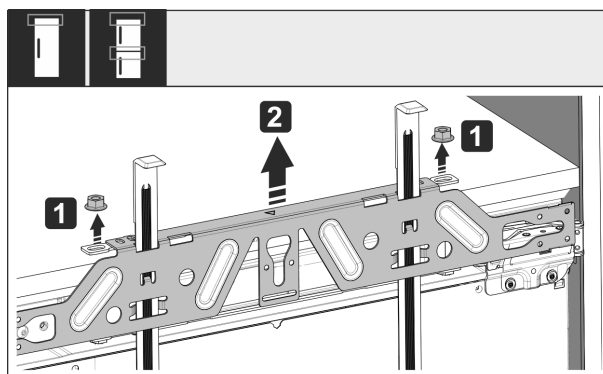

Fig. 58
- ▶ Soltar las contratuercas Fig. 58 (1).
- ▶ Quitar el travesaño de fijación Fig. 58 (2).